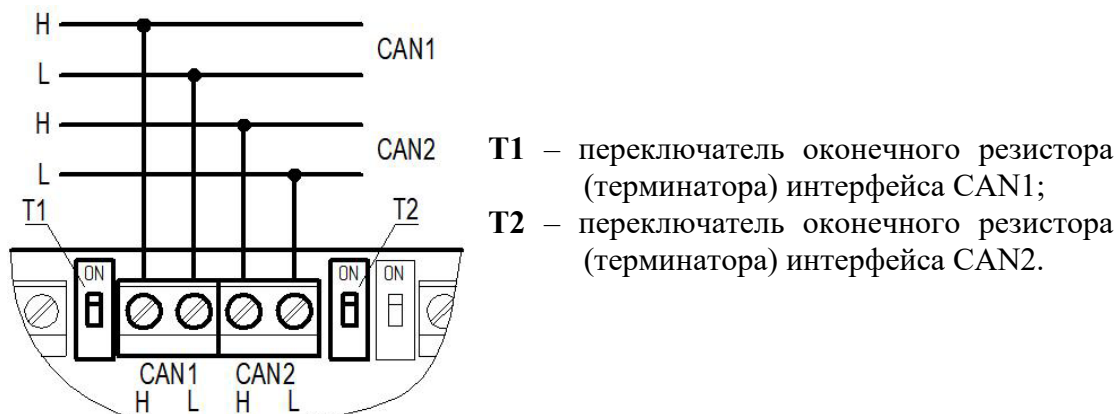

Рисунок 6 – Подключение CAN
**ВАЖНО!** Если ППК является оконечным в линии интерфейса CAN, необходимо установить переключатель оконечного резистора в положение **ON** (см. рис.6).